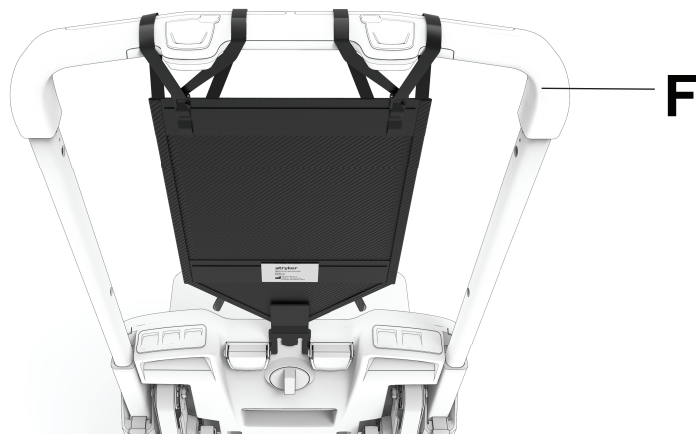

Figura 33 – Opção de suporte para a cabeça instalada
5. Ajuste a altura da pega (F) de modo a que a cabeça do paciente possa assentar no apoio para a cabeça (Figura 33).